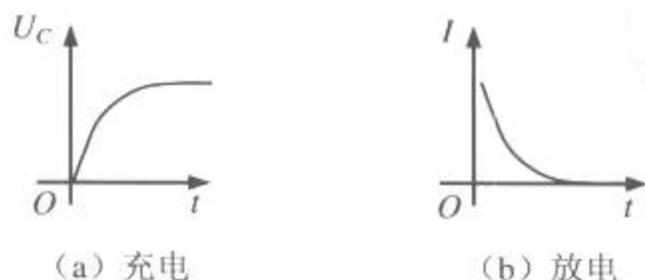

图 1-21 电容器两端电压与电流的关系波形图
电容器在开始充电的瞬间，电容器两端的电压很低，但充电电流却很大。随着充电进行，电容器两端的电压逐渐升高，其充电电流逐渐减小。在电容器放电过程中，电容器两端的电压逐渐降低，放电电流逐渐减小。可见电流比电压超前 90° ($\pi/2$)。其波形如图 1-21 所示，横轴表示充电或放电时间，纵轴表示电流 (I) 和电压 (U_C) 幅度。